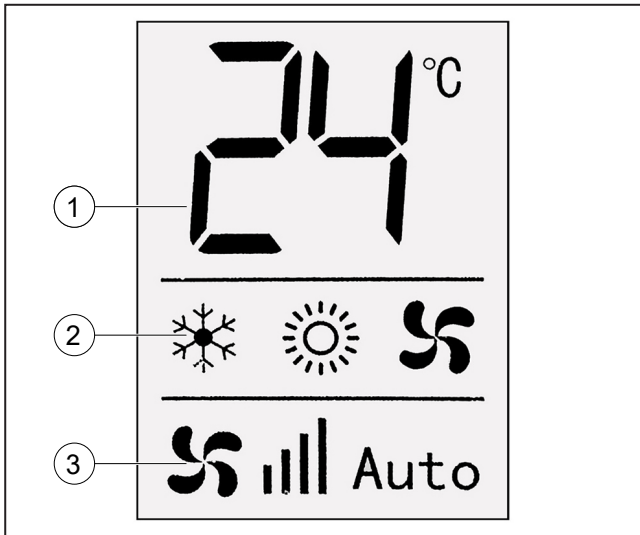

Fig. 5
Als de airconditioner door het elektriciteitsnet van stroom wordt voorzien, maar uitgeschakeld is, toont het display alleen de omgevingstemperatuur in het eerste veld ("Fig. 5" ref. 1).
Als de airconditioner aan staat wordt in het middelste veld ("Fig. 5" ref. 2) de symbolen weergegeven die de werkingsstand aangeven:
In het derde veld ("Fig. 5" ref. 3) wordt de werkingsstand van de ventilator getoond.
De twee cijfers van het eerste veld ("Fig. 5" ref. C) geven normaal de omgevingstemperatuur aan die door de airconditioner in het interieur van de camper is waargenomen.